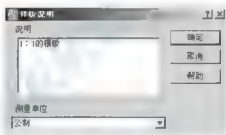

图 4.85 【样板说明】对话框
(11) 单击【**保存**】按钮后, 打开如图 4.85 所示的【**样板说明**】对话框, 在【**说明**】文本框中可以输入对样板的说明。